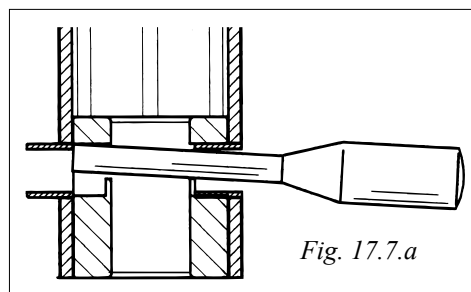

Fig. 17.7.a
- 6.b 400 S & 500 S: Poussez le câble dans le profil d'enroulement jusqu'à ce que son extrémité soit à environ 50 mm (2") à l'intérieur du profil 1 000 mm (39 $\frac{3}{8}$ "). Chassez les paliers en bas du profil d'enroulement 1 000 mm (39 $\frac{3}{8}$ "). Voir Fig. 17.7.a.